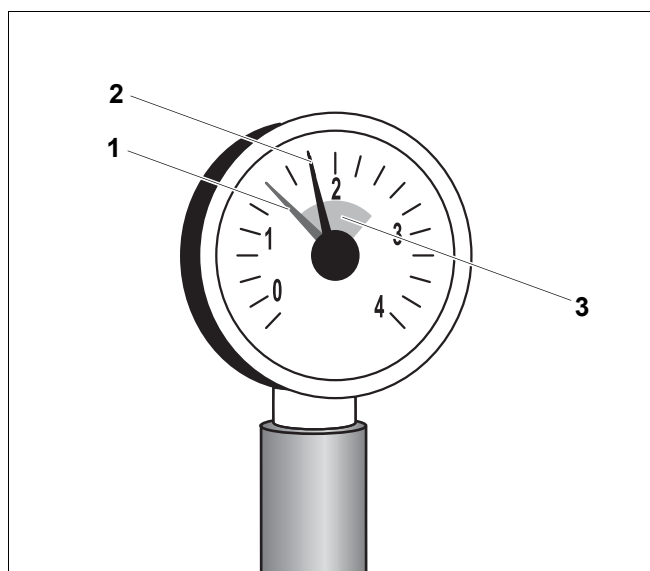

Fig. 5 Manometru pentru instalații închise
În cazul instalațiilor închise indicatorul manometrului (Fig. 5, **Poz. 2**) trebuie să se afle în interiorul (Fig. 5, **Poz. 3**) marcajului verde. Indicatorul roșu (Fig. 5, **Poz. 1**) al manometrului trebuie să fie reglat pentru presiunea necesară instalației.
- Când indicatorul manometrului (Fig. 5, **Poz. 2**) se află sub marcajul (Fig. 5, **Poz. 3**) verde, atunci presiunea apei în instalație este prea scăzută. Umpleți instalația cu apă de completare (vezi Cap. 3 "Folosiți apa de umplere și de completare potrivită", pagina 7).